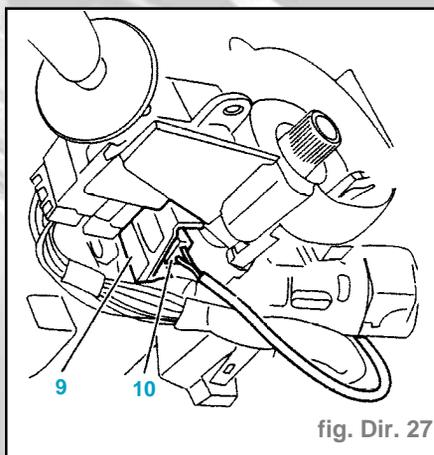

fig. Dir. 27
- Dégraffer de son support (**9**) avec une lame, le connecteur d'alimentation (**10**) en poussant le haut (fig. Dir. 27).